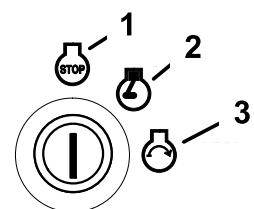

Figura 12
6. Gire la llave de contacto a la posición de Arranque. Cuando el motor arranque, suelte la llave (Figura 12).
- Gire la llave de contacto a la posición de Parada y retire la llave (Figura 12).